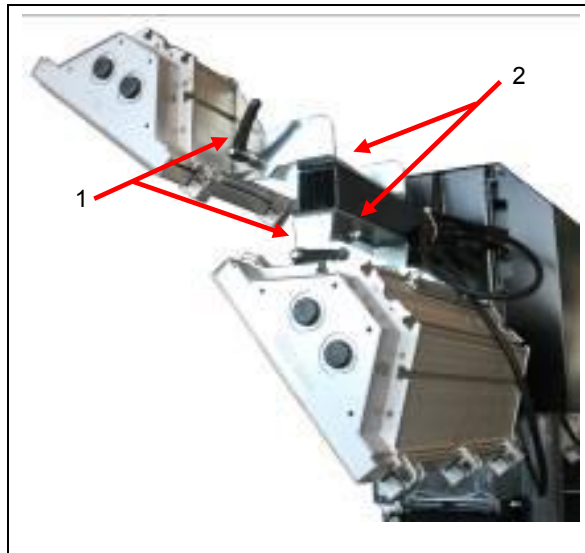

Abbildung 5.1 – Einstellung der Scheinwerfer
- ❶ Stellen Sie die Neigung der Scheinwerfer von Hand ein, indem Sie die Klemmhebel (Abb. 5.1, Nr. 1) der Scheinwerferhalterung lösen.
- ❷ Drehen Sie die Scheinwerfer in die gewünschte Stellung, indem Sie Befestigungsmutter (Abb. 5.1, Nr. 2) lösen.